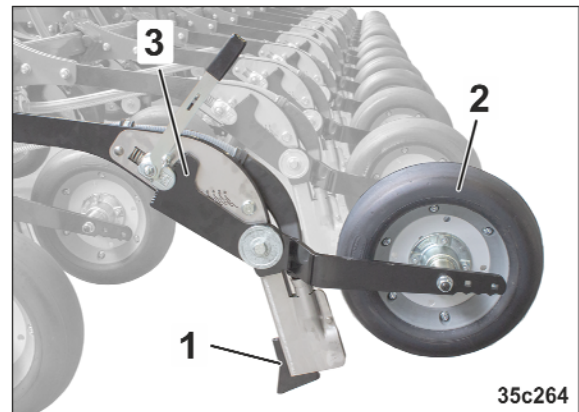

Bild 80
För nedläggning av utsädet dras de ConTeC-pro-plogbillar (Bild 80/1) som är i ingrepp ner i marken. Tack vare detta håller ConTeC-pro-plogbillarna det inställbara sådjupet för utsädet konstant med stöd av de efterföljande mottrycksrullarna (Bild 80/2).
- bildar en såddfåra (Bild 80/1)
Den efterföljande mottrycksrullen (Bild 80/2)
- begränsar det inställda sådjupet (Bild 80/3)